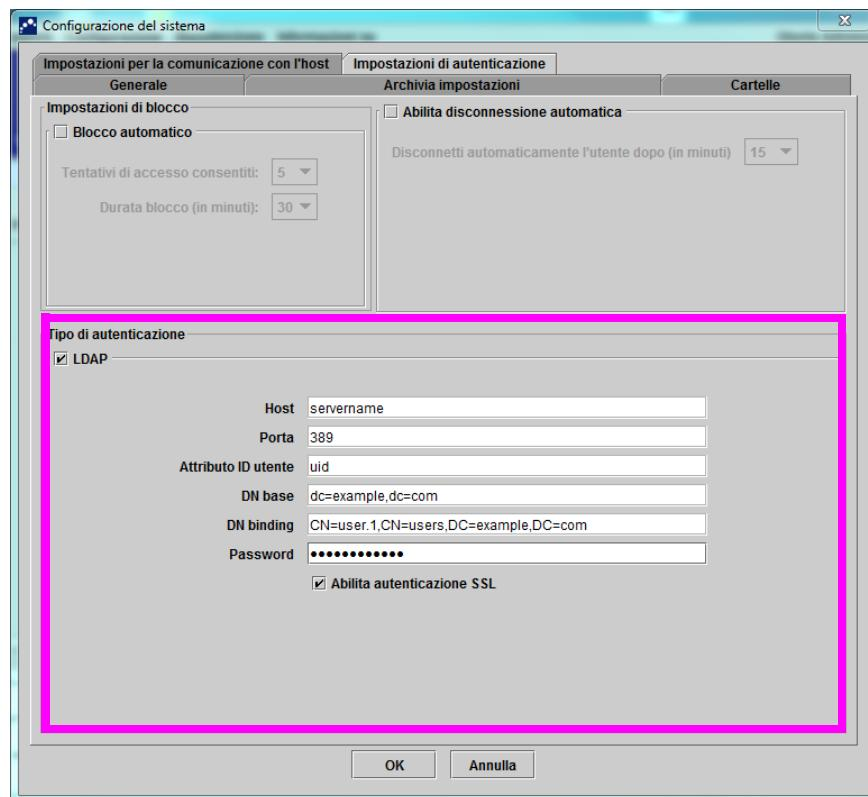

Figura 2-87. Impostazioni di autenticazione configurate per LDAP
2. Fare clic sulla scheda **Impostazioni di autenticazione**; si aprirà la finestra delle informazioni relative alle impostazioni di autenticazione. Vedere la Figura 2-87.
- **DN base** — Digitare il nome distinto (DN) base. Un DN base è il punto a partire dal quale un server esegue la ricerca di utenti. Una ricerca LDAP dell'utente “ammin” verrà eseguita dal server iniziando dal DN base (dc=esempio,dc=com).